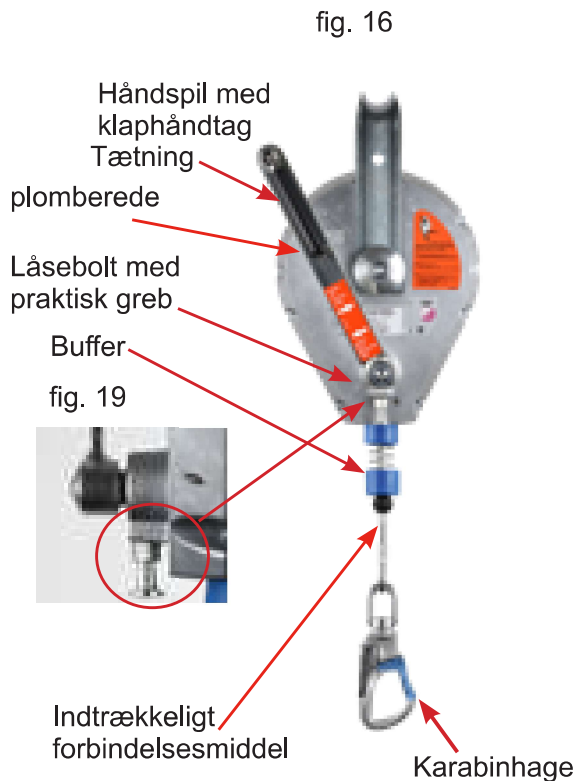

fig. 17
3. Tag fat om grebet, og træk låsebolten ud (se fig. 17) (aktion 1). En fjeder trykker akslen til håndspillet hørligt og synligt ud (fig. 5).